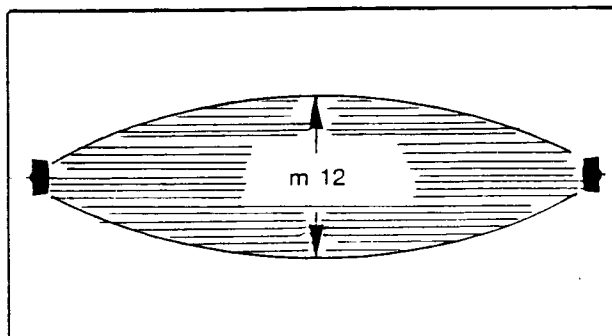
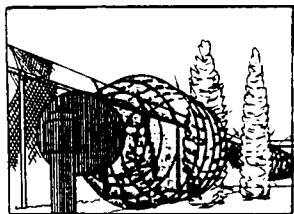

Fig. 2
Fig. 10
Il Ricevitore incorpora anche un circuito di controllo automatico del guadagno che predispone il Ricevitore per il segnale ottimale in relazione alla distanza da coprire. L'ampiezza tipica della zona di rilevazione, per un fissaggio degli apparecchi a 76 cm da terra, è mostrata a Fig. 2. La massima ampiezza di copertura si ottiene quando la distanza tra Ricevitore e Trasmettitore è massima e la "sensibilità" del Ricevitore è tarata al massimo.
Il guadagno dell'amplificatore di segnale può essere regolato con il potenziometro di "sensibilità" in modo che si modifichi l'ampiezza della zona di rivelazione (Fig. 2 e 3). La larghezza di banda che determina la risposta del Mod. 310B-IT agli oggetti in rapido movimento, può essere selezionata tra le posizioni "lenta" o "veloce" con un ponticello sul circuito stampato. Il tempo di attivazione del relè di allarme è regolato in fabbrica a circa 2 secondi, ma con l'apposito potenziometro posto sulla scheda di alimentazione, è possibile una regolazione da 0,5 a 30 secondi. Il circuito di riassetto automatico si può escludere con ponticello sul circuito stampato. Nella condizione "Latch" una volta in allarme il relè rimane in questa condizione a meno che non si applichi un impulso positivo di ampiezza
1. Area richiesta. La Barriera 310B-IT deve essere dislocata in un'area esente da oggetti con possibilità di movimento come reti, alberi, cespugli e grandi distese di acqua (Fig. 10). Grandi oggetti in movimento nell'area protetta non sono distinguibili da un'intrusione e causeranno quindi allarmi. L'area di rispetto per un Mod. 310B-IT dipende dalla lunghezza della barriera. Le aree di copertura per varie condizioni sono date in Fig. 2 e 3A, 3B e 3C. In ogni installazione l'area di rispetto deve essere larga almeno quanto l'area di copertura.